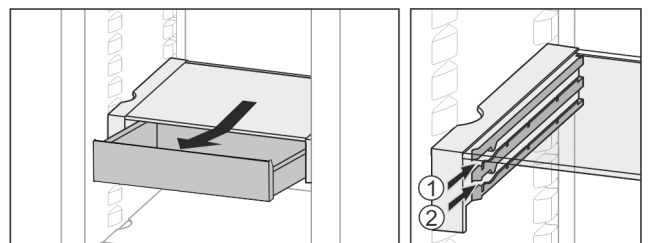

Fig. 36
- ▶ Inserire all'altezza desiderata Fig. 36 (1) o Fig. 36 (2).